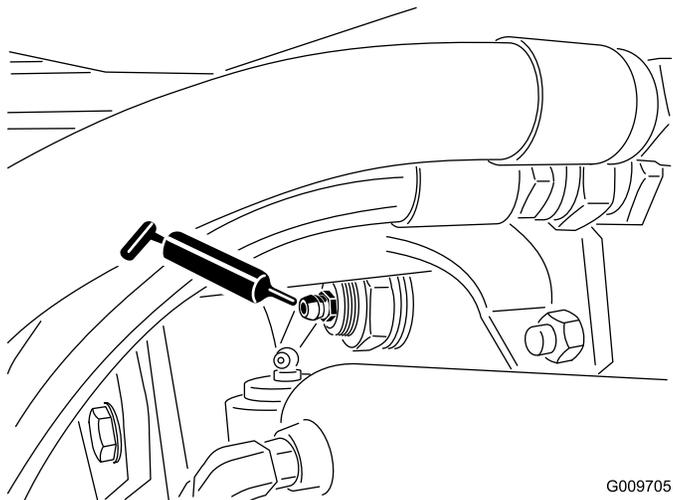

Figura 76
- Casquilhos da articulação do eixo traseiro (2), como se mostra na Figura 76